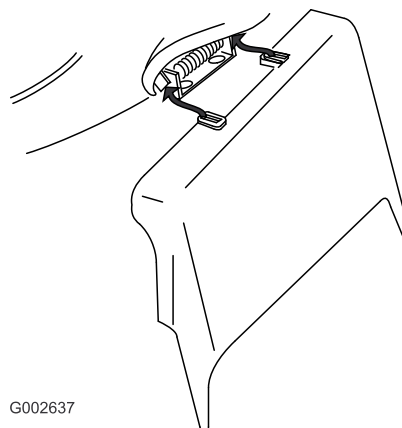

Рисунок 35
3. Установите боковой желоб для выброса и закройте дверь на желобе (Рисунок 35).